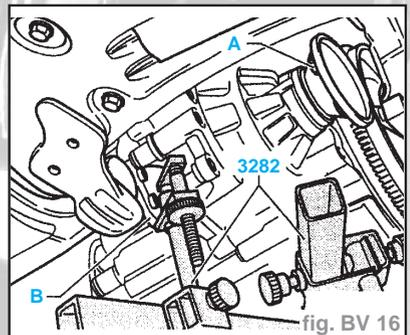

fig. BV 16
- Abaisser ensuite délicatement la boîte de vitesses tout en la guidant avec l'arbre à bride droit (**A**) comme indiqué dans la zone du volant-moteur et avec l'arbre à bride gauche (**B**) dans la zone du berceau (fig. BV 16).